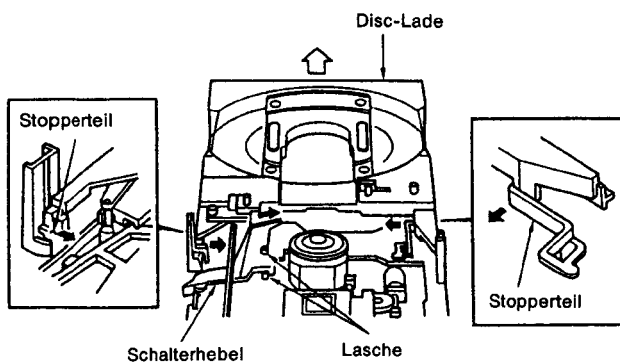

Abb. 1
1. Austausch von Teilen im Lademechanismus (Abb. 1 und 2)
Öffnen Sie die Disc-Lade. Benutzen Sie einen flachen Schraubenzieher um die Stopper in Abb. 1 (je einer links und rechts) in die Richtung des schwarzen Pfeils zu drücken. Ziehen Sie dann die Disc-Lade in Richtung des weißen Pfeils heraus.
(2) Einbau der Disc-Lade (Abb. 1, 2 und 3)
(5) Austausch des Hebelschalters (Abb. 1)